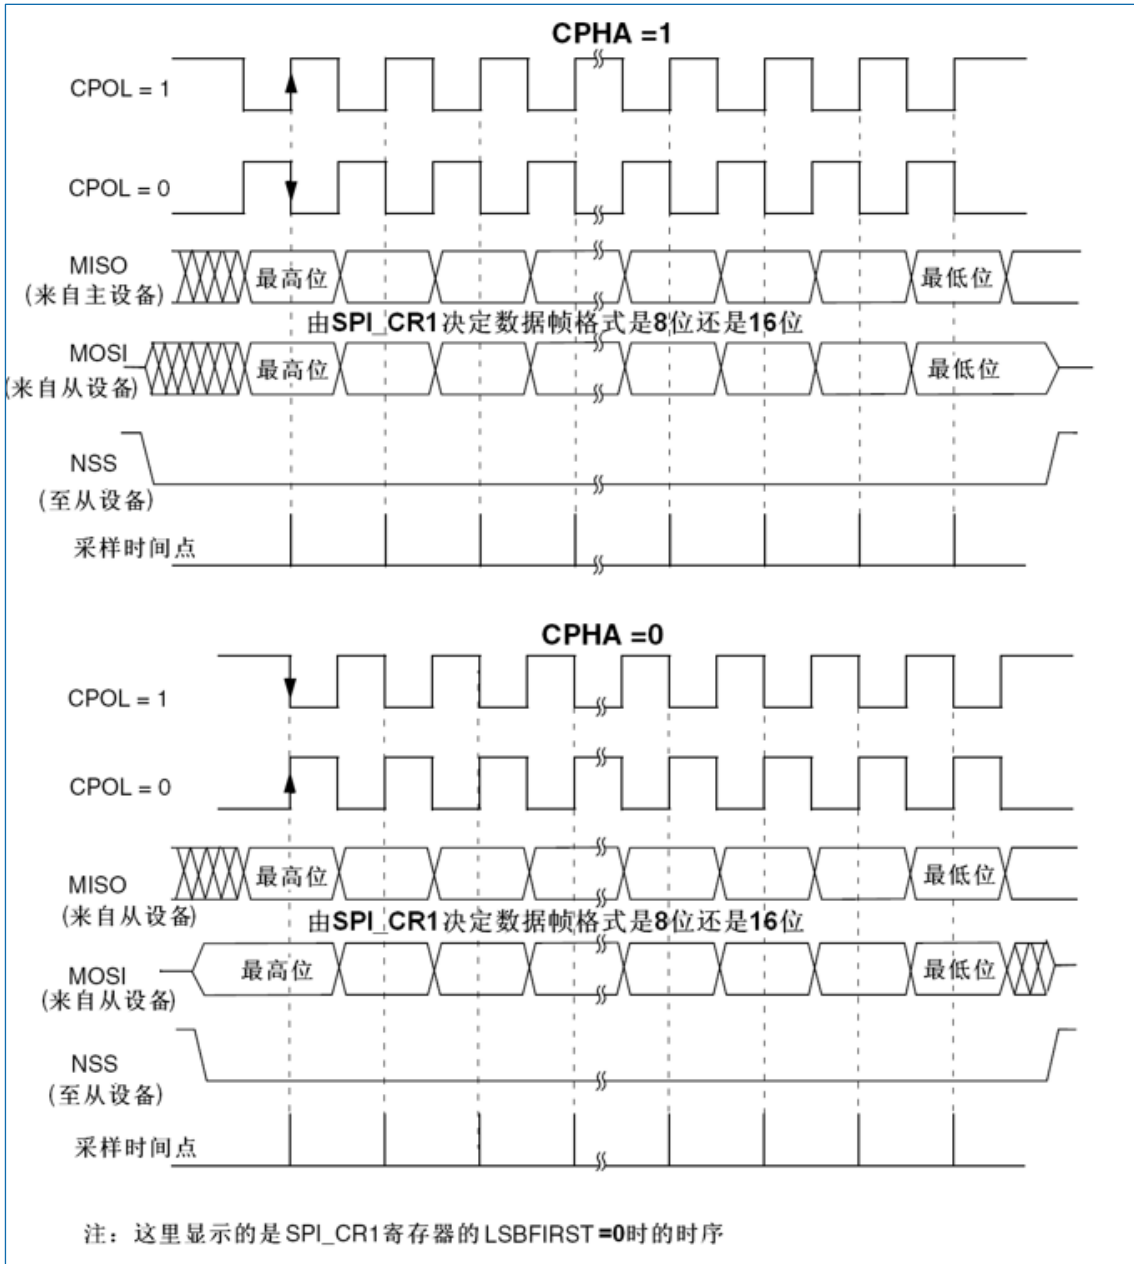

图 19-3 数据时钟时序图
2. 选择 CPOL 和 CPHA 位来定义数据传输和串行时钟之间的相位关系 (见图 19-3)。为保证正确的数据传输, 从设备和主设备的 CPOL 和 CPHA 位必须配置成相同的方式。
2. 选择 CPOL 和 CPHA 位, 定义数据传输和串行时钟间的相位关系 (见图 19-3)。